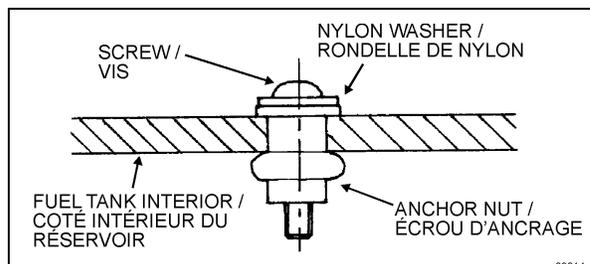

FIGURA 14: REPARACIÓN DEL TANQUE DE COMBUSTIBLE
5. Coloque el conjunto en el orificio perforado. Apriete el tornillo 10 vueltas completas. Consulte Figura 14.